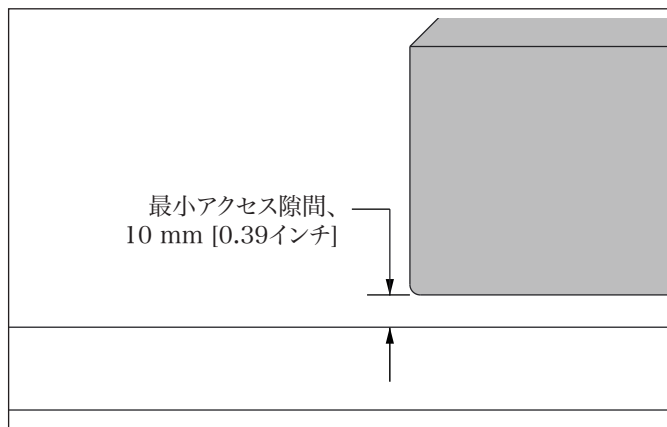

図2:最小アクセス隙間
2. 持ち上げるアイテムの下の最小アクセス隙間が10 mm [0.39インチ] 以上であることを確認してください。図2を参照してください。
3. 持ち上げるアイテムの下の最小アクセス隙間が 10 mm [0.39インチ] 以上であることを確認してください。図2を参照してください。